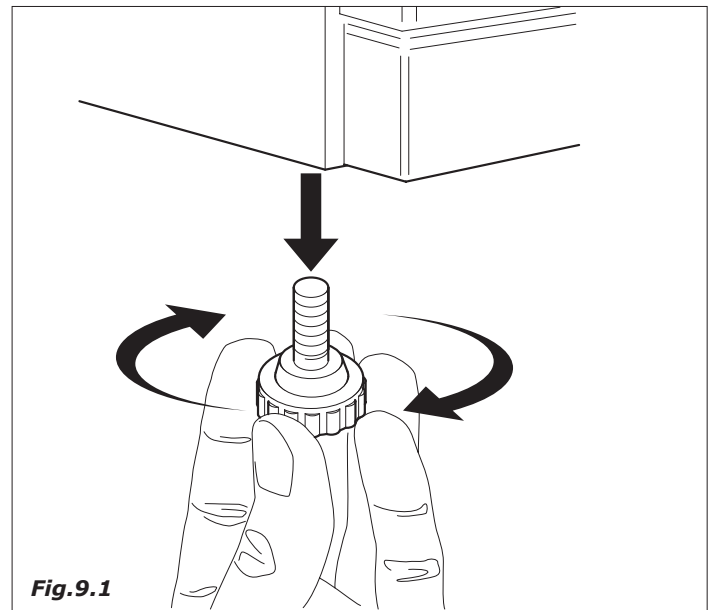

Fig.9.1
- tirar os 4 pezinhos montados sobre o modelo de mesa (Fig.9.1)